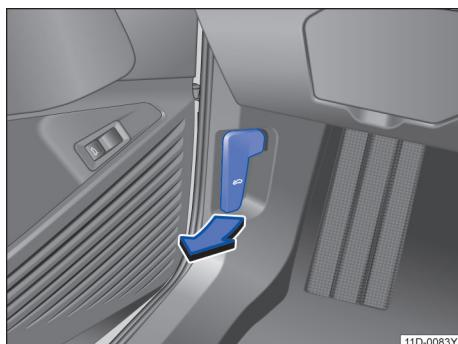

图 154 驾驶员侧脚部空间：前舱盖解锁手柄
- 在车内沿图示箭头方向拉动前舱盖解锁手柄→图 154，前舱盖会在弹簧机构的作用下稍许弹开。